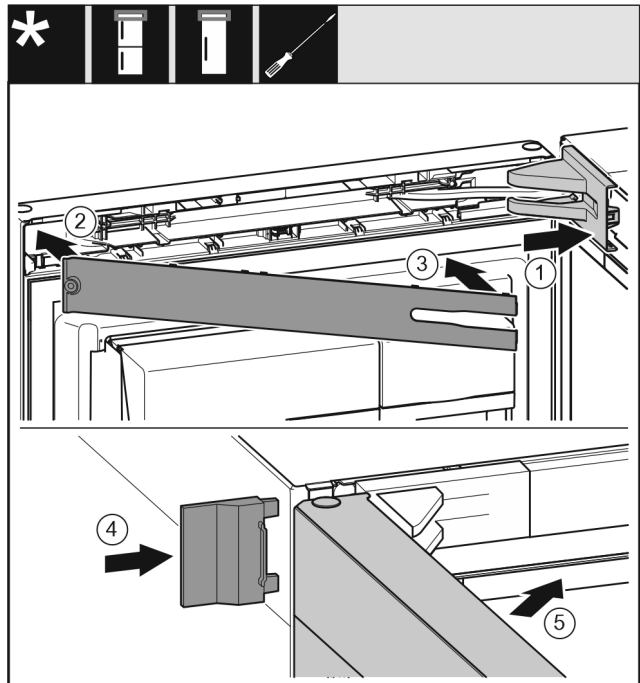

Fig. 25
- ▶ Lagerbockabdeckung aufsetzen und einrasten, ggf. vorsichtig auseinanderdrücken. *Fig. 25 (1)*
- ▶ Blende aufsetzen. *Fig. 25 (2)*
- ▶ Blende einschwenken und einrasten. *Fig. 25 (3)*
- ▶ Äußere Abdeckung aufschieben. *Fig. 25 (4)*
- ▶ Obere Tür schließen. *Fig. 25 (5)*